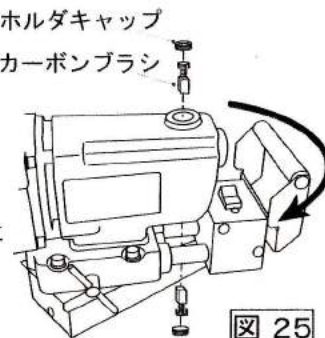

図 25
- ①電源プラグをコンセントから抜いてあることを確認してください。
- ②固定ハンドルを緩めロックを解除し、本体上部を最後位置に移動します。その位置でモーターを少し上げる感じで矢印方向に回転すると交換ポジションになります。(図25)
- ③グリップを、六角レンチで外します。
- ④モーター部後側2か所のホルダキャップをマイナスドライバーで反時計方向に廻して外し、新しいカーボンブラシに取り換えてください。
- ⑤ホルダキャップをマイナスドライバーで時計方向に廻して確実に締めこみます。
- ⑥グリップを取付け、本体上部を通常位置に戻し、固定ハンドルを締め確実にロックして交換作業終了です。